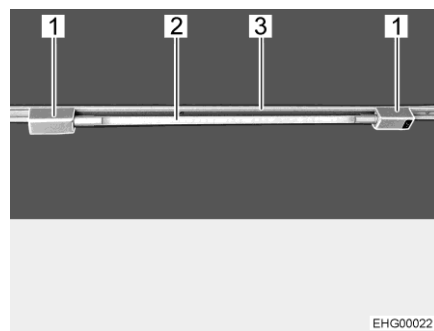

Fig. 33 Tube lumineux
- Placer les deux supports (Fig. 33,1) dans le rail (Fig. 33,3). Tourner pour ce faire les support de 90°.
- Ficher le corps de la lampe (Fig. 33,2) dans un des supports.
- Tourner le corps de la lampe (Fig. 33,2) jusqu'à obtenir l'effet lumineux désiré.